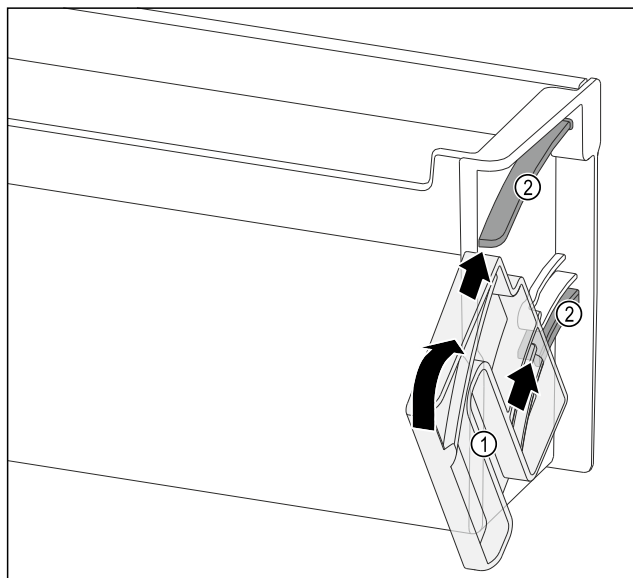

Fig. 152
- Okretnu jedinicu Fig. 152 (1) pozicionirajte tako da su otvori točno nasuprot vodećih kanala Fig. 152 (2) police u vratima.
- Okrenite okretnu jedinicu Fig. 152 (1) u navedenom smjeru.